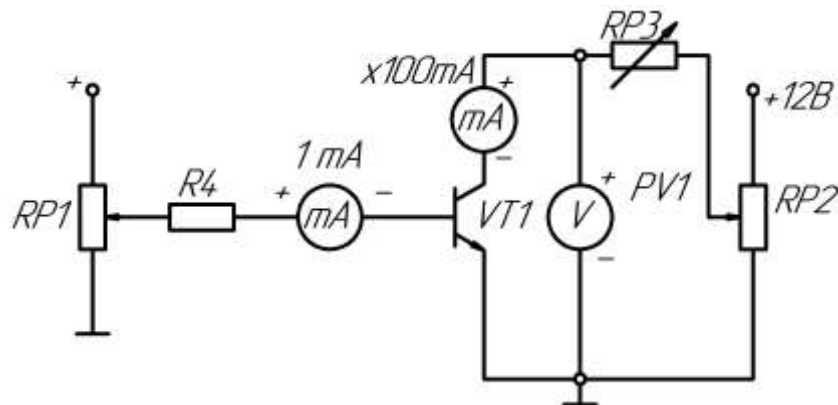

Рис. 8
1) Собрать схему для снятия характеристик прямой передачи по току биполярного транзистора (рис.8). Для измерения тока базы подключить миллиамперметр РА1 (до 1 мА), а для измерения тока коллектора подключить РА2 (до 100 мА). Для измерения напряжения на коллекторе использовать вольтметр PV1; в качестве резистора в цепи коллектора использовать резистор RP3 (переключить на 200); резистор RP2 (переключить на 5); регулировка производится с помощью RP1.